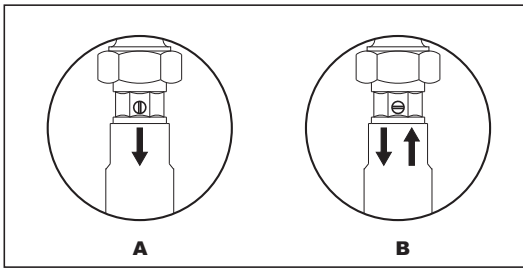

рис. 20 - Затворы
- Для опорожнения системы отопления используйте кран 275 на рис. 25, предварительно сняв блокировку затворов обратных клапанов поз. 276 на рис. 25 (см. также рис. 20). Для удаления воздуха из системы откройте вентили радиаторов. Если котел соединен с системой отопления через заслонки, убедитесь, что данные заслонки находятся в совершенно открытом положении. Если котел установлен выше радиаторов, то опорожнение последних должно производиться отдельно.